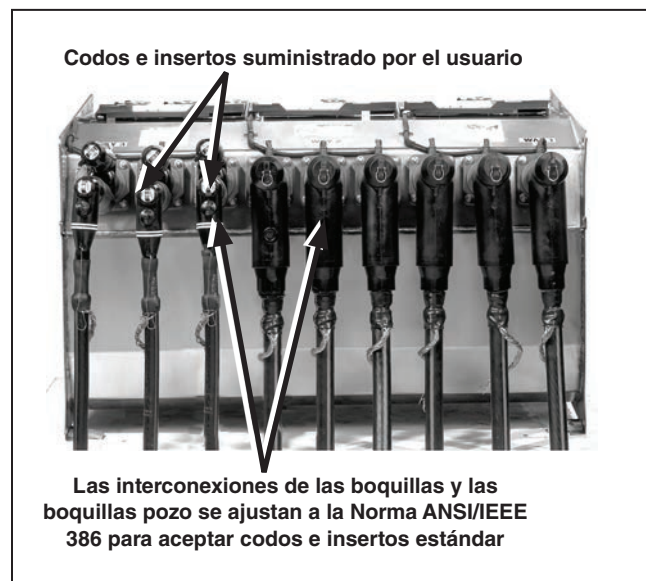

Figura 15. Se ilustra el tanque del interruptor Vista con codos e insertos suministrados por el usuario. (Unidad manual mostrada con fines de ilustración).
- PASO 2.** Remate los cables con codos siguiendo las instrucciones del fabricante de los mismos. Ver Figura 15.